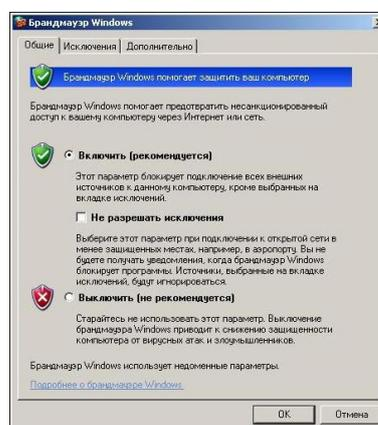

Рисунок 30 — Окно настройки брандмауэра Windows XP
1) Откройте окно настройки брандмауэра (см. рисунок 30): Пуск → Панель управления → Брандмауэр Windows